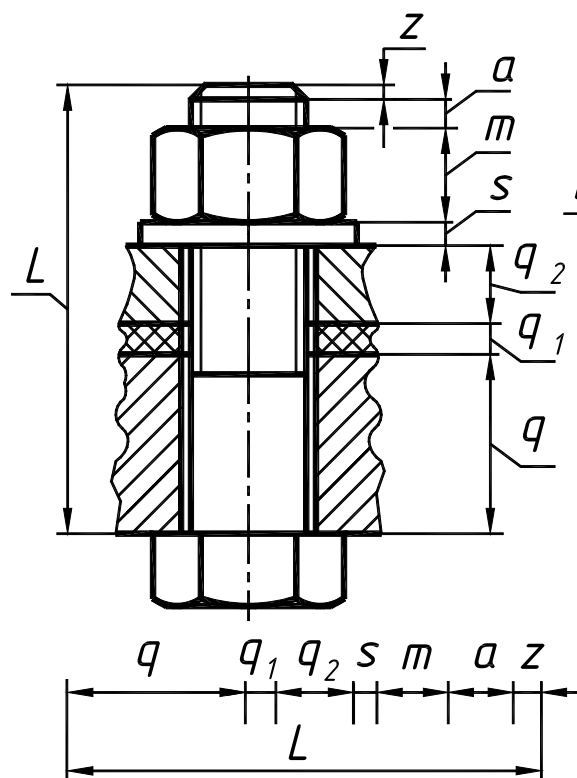

Рис. 3. Расчет длины болта
- Рассчитаем длину болта (рис. 3)